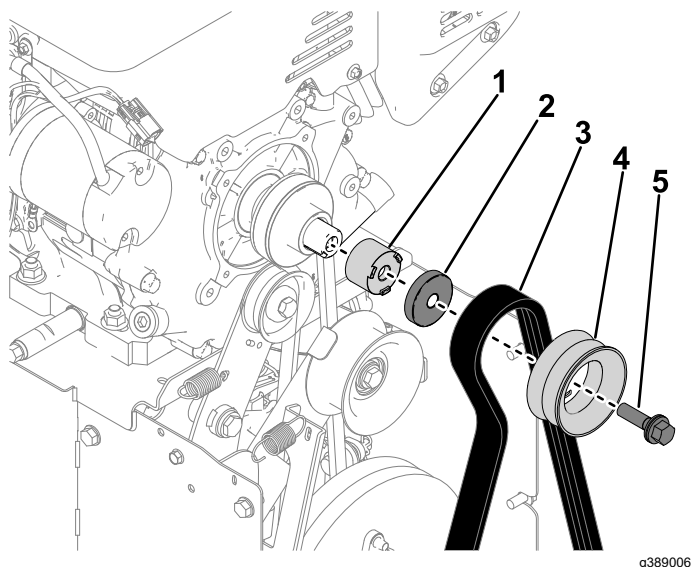

Figura 22
2. Instale a polia do espaçador, suporte da polia, polia da hélice e correia do sem fim na cambota (Figura 22).
4. Instale o parafuso da lâmina (7/16 x 1 3/4 pol.) na polia da hélice (Figura 22). Aperte os parafusos com uma força de 13,6 -18,1 N•m